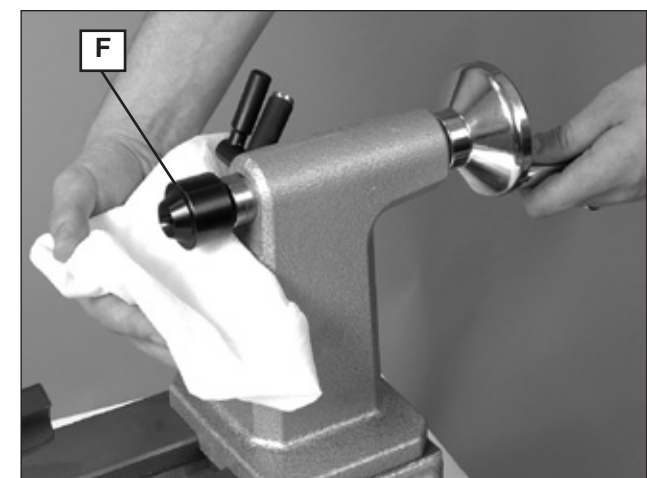
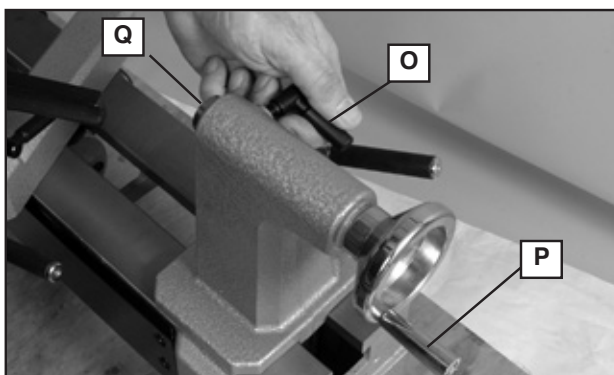

Fig. 9
Fig. 8
Desserrer la vis (O) de blocage du fourreau de la poupée mobile, fig. 8. Tourner la manivelle (P) de la poupée mobile de trois tours complets dans le sens horaire pour faire avancer le fourreau (Q). Puis, bien ajuster la pointe d'entraînement (F), fig. 9, dans le fourreau. La vis (O) de blocage du fourreau de la poupée mobile, fig. 8, sera serrée après le montage de la pièce à tourner, sur le tour.
Pour éjecter la pointe d'entraînement (F), fig. 9, tourner la manivelle (P) de la poupée mobile, fig. 8, dans le sens antihoraire pour faire reculer le fourreau. Avec le dégauchement du fourreau, la pointe d'entraînement touche une goupille d'éjection interne. À ce moment, la manivelle sera plus difficile à tourner. Tourner au-delà de ce point et la pointe d'entraînement se desserrera et se retirera alors facilement.